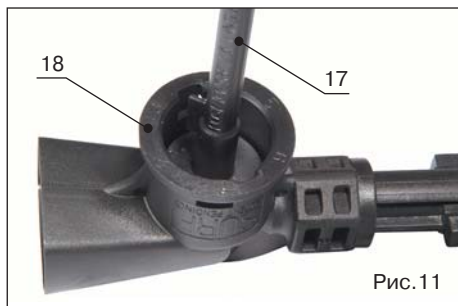

Рис. 11
2. Отрегулируйте интенсивность всасывания при помощи поворотного регулятора (рис.11):
- Выньте всасывающий стержень (поз.17, рис.11) из распылителя моющей жидкости (поз.18, рис.11)
- На корпусе распылителя (поз.18, рис.11) имеются цифры от 1 до 6, переставляя всасывающий стержень по этим значениям, вы регулируете интенсивность всасывания моющей жидкости от минимального к максимальному соответственно.